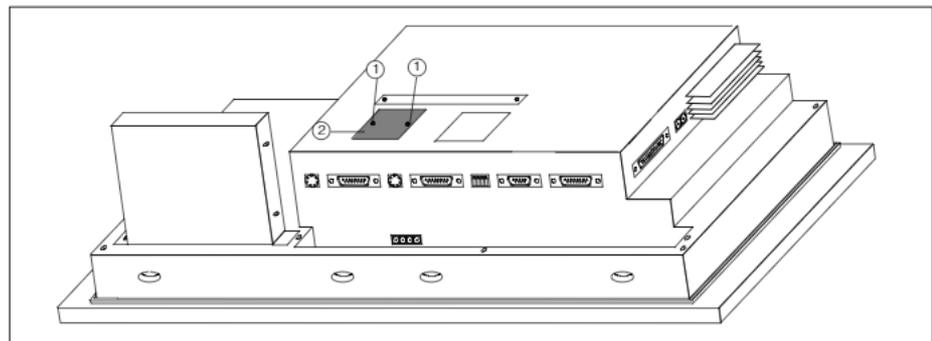
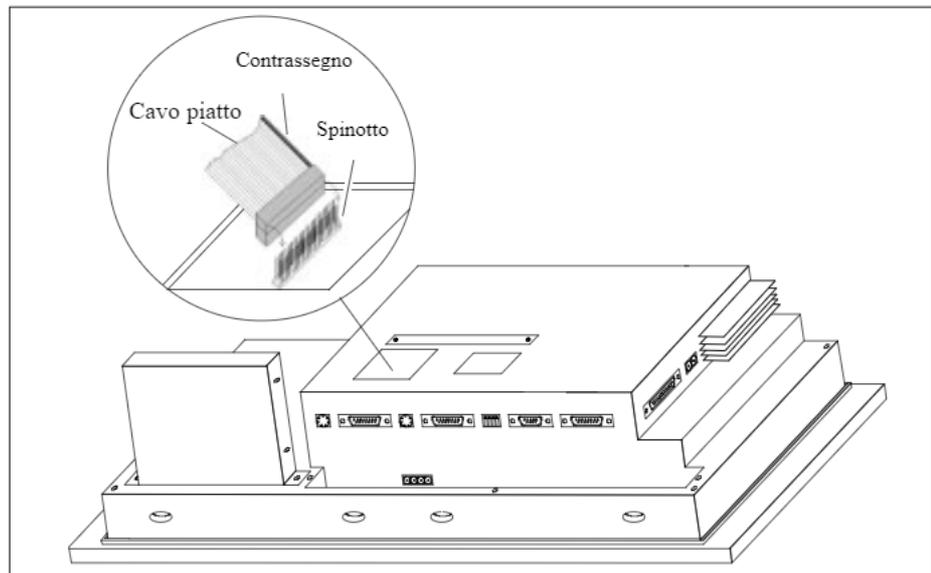

Figura 5-4 Togliere il coperchio
Figura 5-5 L'innesto del modulo di tasti diretti
2. Allentare i due rivetti ad espansione ① e togliere il coperchio ② contrassegnato in figura 5-4 dal pannello posteriore dell'OP.
- Innestare lo spinotto del modulo di tasti diretti nella presa (vedi figura 5-5), che si trova sotto il coperchio ② (vedi figura 5-4).